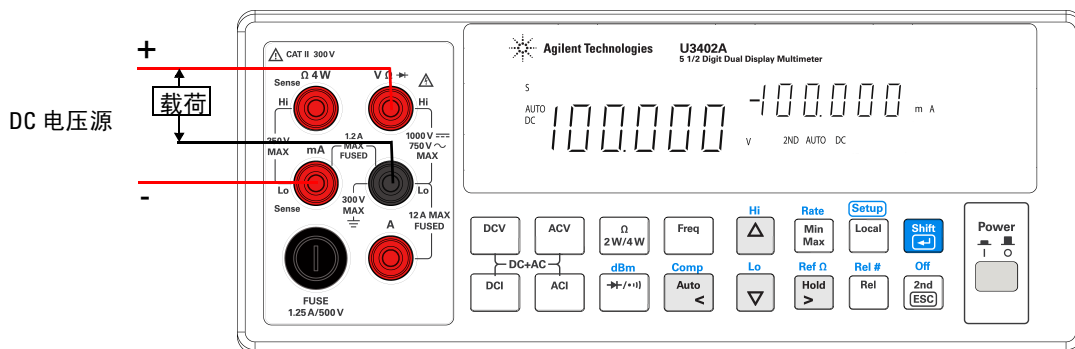

图 3-4 在晶体管电路或负载上测量 DC 电压和 DC 电流时的端子连接
- 1 将红色和黑色的测试引线连接到输入端子，并按图 3-4 中所示检测测试点。